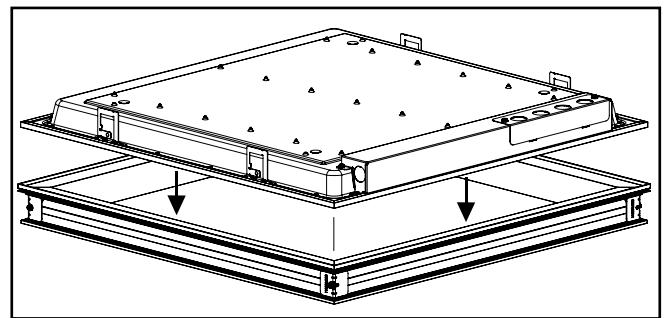

Figure 3.
4. Posez le luminaire sur le kit (fig. 3).